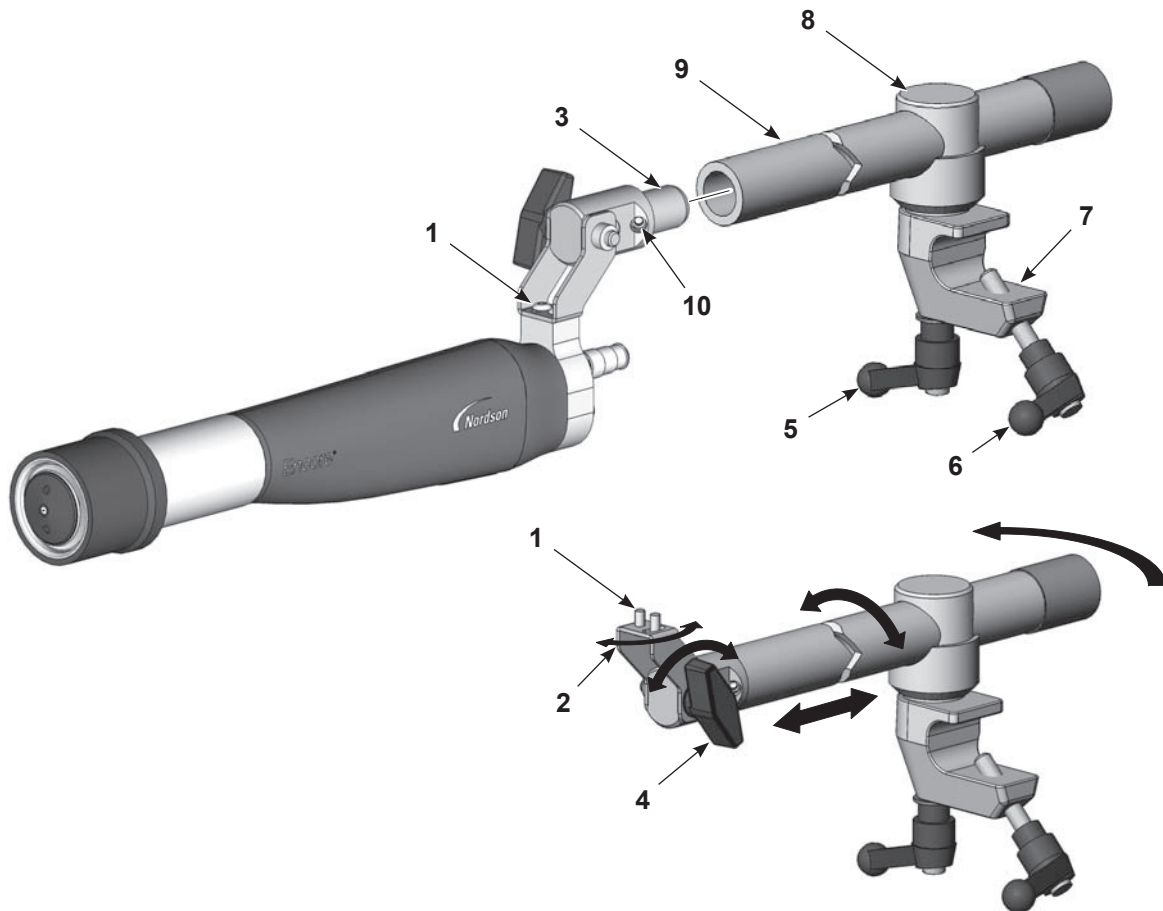
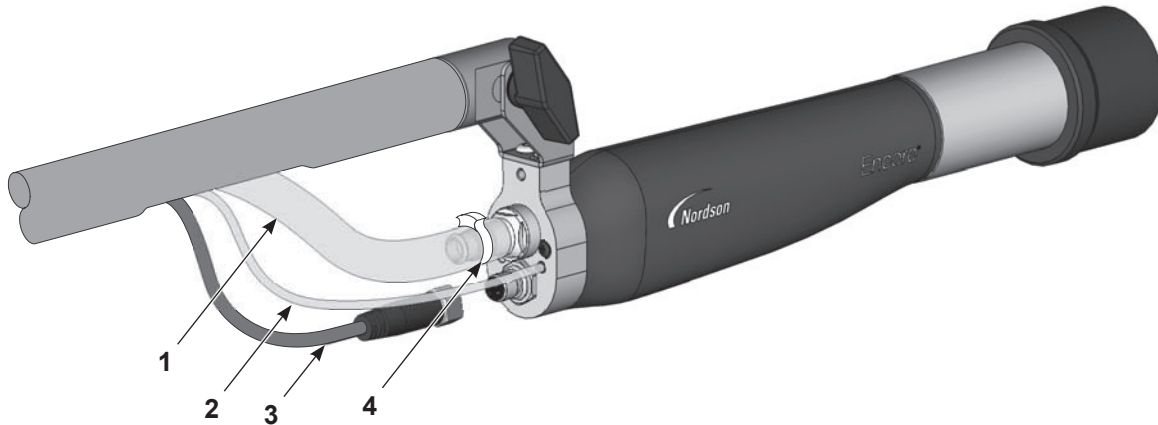

Figure 3 Fixation du pistolet sur barre articulée standard
Figure 5 Raccordements du pistolet
1. Voir la Figure 3. Monter l'adaptateur de tube (3) dans l'extrémité de la barre de réglage (9) et la bloquer en serrant la vis de blocage (10) avec une clé hexagonale de 4 mm.
- Desserrer la vis à tête plate (1) de droite pour déplacer la pointe du pistolet d'un côté à l'autre.
- Pour basculer la pointe du pistolet vers le haut ou le bas, desserrer le bouton d'inclinaison (4).
- Desserrer la poignée de verrouillage (5) pour faire tourner la barre de réglage ou la faire coulisser vers l'avant ou l'arrière.
2. Monter la bride (7) sur une barre de fixation de 1 pouce et serrer la poignée de la bride (6).
3. Attacher ensemble le tuyau à poudre, le tuyau transparent de 4 mm de lavage à l'air de l'électrode et le câble du pistolet et les fixer à la barre de réglage à l'aide de bandes Velcro Nordson. Les relier au pistolet de pulvérisation, comme illustré à la Figure 5.
1. Dévisser et retirer le bouton et la rondelle (5, 4) du support de montage de pistolet (3).
3. Coulisser l'extrémité de l'adaptateur de tube optionnel (2) dans le support de montage de pistolet et aligner le trou dans l'extrémité de l'adaptateur avec les trous dans le support de montage de pistolet.
5. Voir la Figure 5. Tirer (dans l'ordre suivant) le câble du pistolet, le tuyau transparent de 4 mm de lavage à l'air de l'électrode et le tuyau à poudre à travers le tube de montage final et les faire sortir par la découpe. Les relier au pistolet de pulvérisation, comme illustré dans la Figure 5.